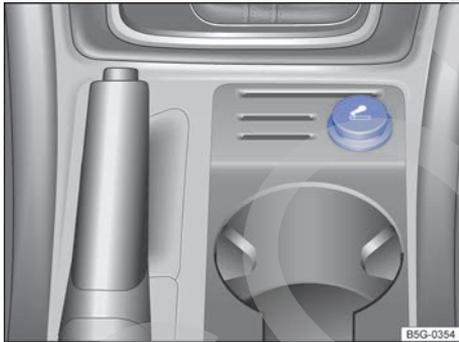

Fig. 160 En la parte inferior de la consola central: encendedor.
- Con el encendido conectado, presione el botón del encendedor → fig. 160 hacia dentro.